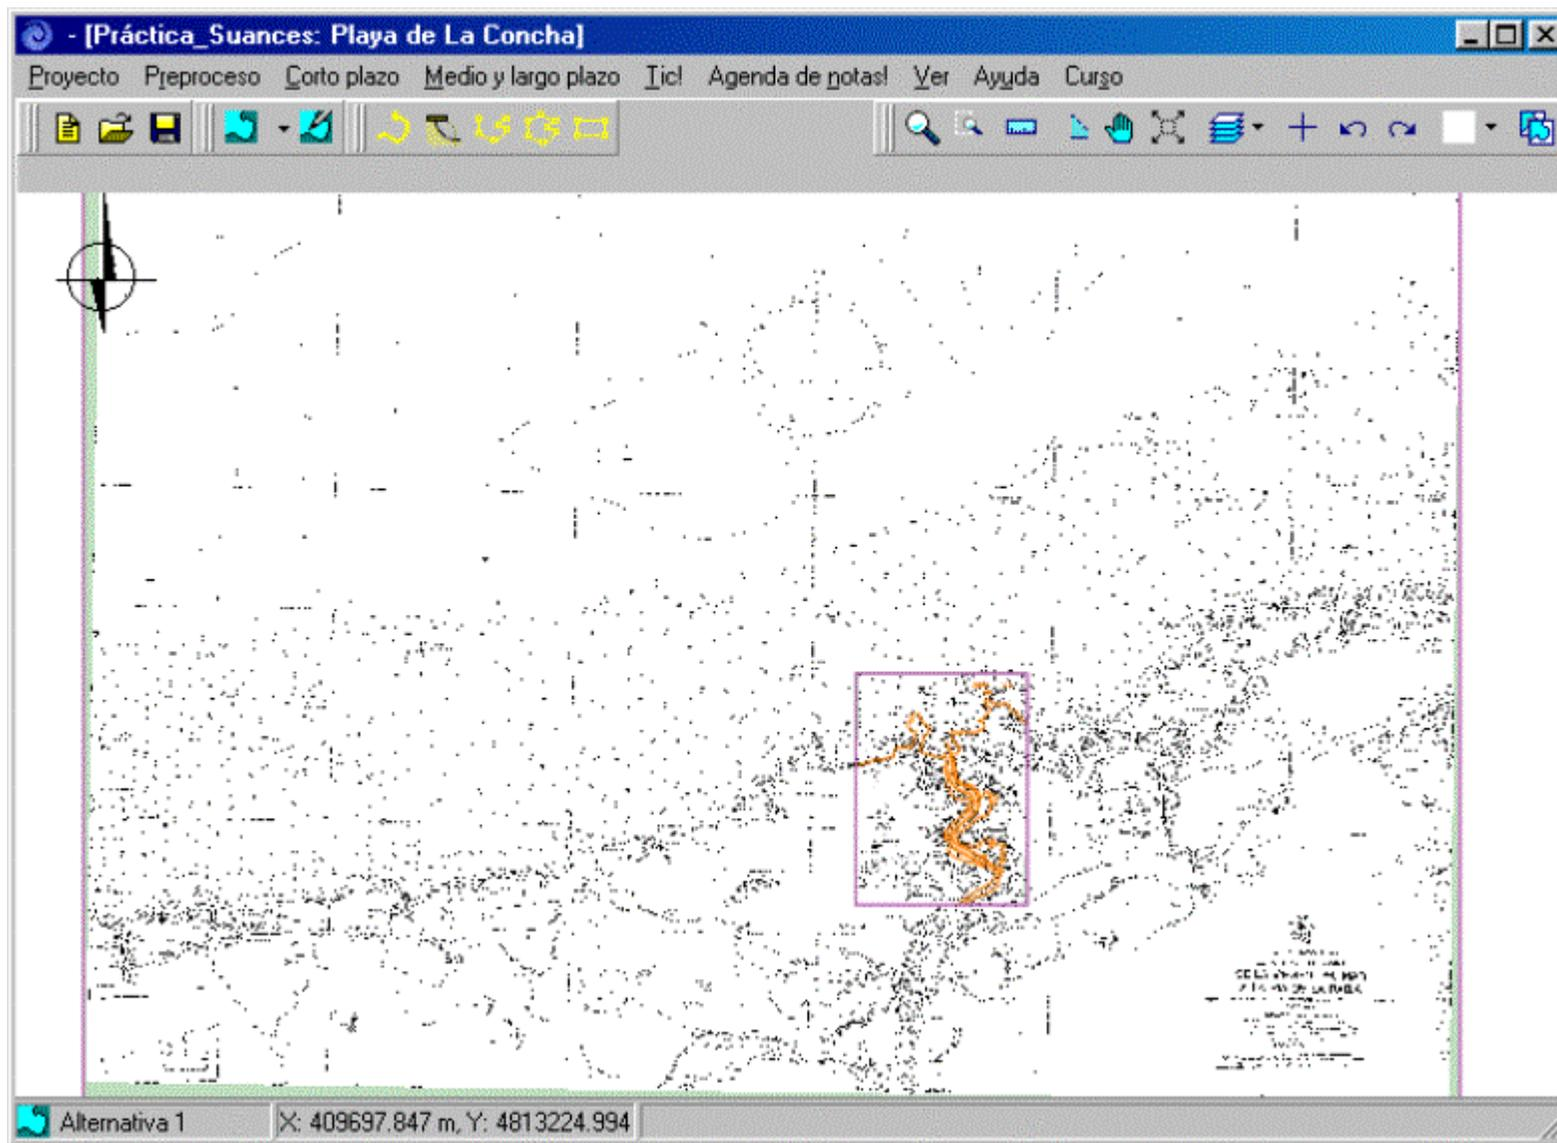

Figura 7.22
- Una vez seleccionados los elementos deseados, pulsar sobre el botón de “Crear Proyecto”. En este momento, se está de nuevo dentro del SMC y se dispone de un proyecto que ha sido creado desde el programa Baco (ver figura 7.22). Este procedimiento puede tardar más o menos tiempo dependiendo de la memoria RAM del ordenador.